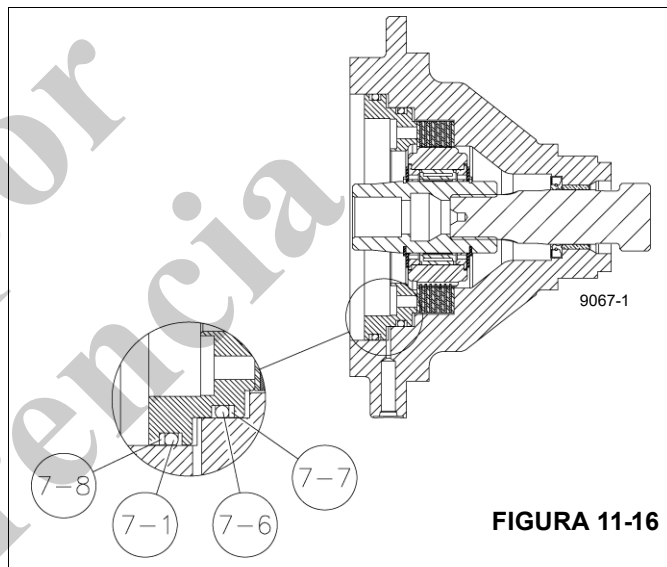

FIGURA 11-16
12. Instale los platos de estator (19) y los discos de fricción (18) en la caja del freno, empezando con un plato de estator y alternando la colocación de los discos de fricción y platos de estator. Hay un plato de estator más que discos de fricción, por lo cual se terminará con un plato de estator.
13. Cubra los anillos "O" y los anillos de respaldo (7-1, 7-6, 7-7 y 7-8) nuevos con aceite liviano e instálelos en el émbolo (10, Figura 11-16).